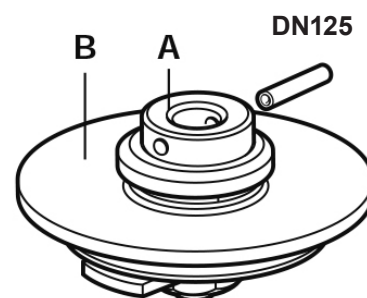

Fig. 6
- (Voir la Fig. 6). Le petit clapet (**A**) agit comme un clapet-pilote et s'ouvre en premier, permettant ainsi au fluide de passer de l'autre côté. De cette manière, on diminue la  $\Delta P$ , et plus on ouvre, plus elle se réduit. Ainsi, l'ouverture du clapet principal (**B**) est facilitée. On aura le même principe pour la fermeture en fermant d'abord le clapet principal puis le petit clapet. Afin d'aider à la fermeture du robinet, ce dernier équipé d'un clapet équilibré doit être monté avec le fluide arrivant du côté du soufflet et non par le dessous du clapet.